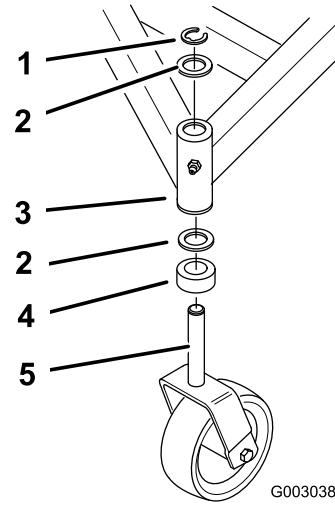

Figure 35
3. Enlevez la bague de retenue et la ou les rondelle(s) de butée en haut de la chape de la roue pivotante (Figure 35).
9. Vérifiez l'usure de la chape de la roue pivotante et remplacez-la le cas échéant (Figure 35).
10. Insérez la chape dans les bagues à l'intérieur du tube de montage. Replacez la ou les entretoise(s) sur la chape et fixez-les avec la bague de retenue (Figure 35).